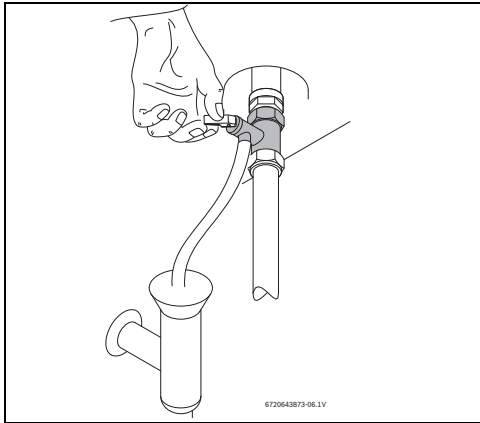

Fig. 13 Apertura manual de la válvula de seguridad
- Abrir la válvula de seguridad (Fig. 13).
- ▶ Abrir manualmente la válvula de seguridad al menos una vez al mes (Fig. 13).